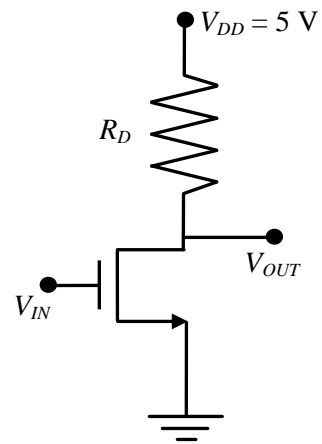
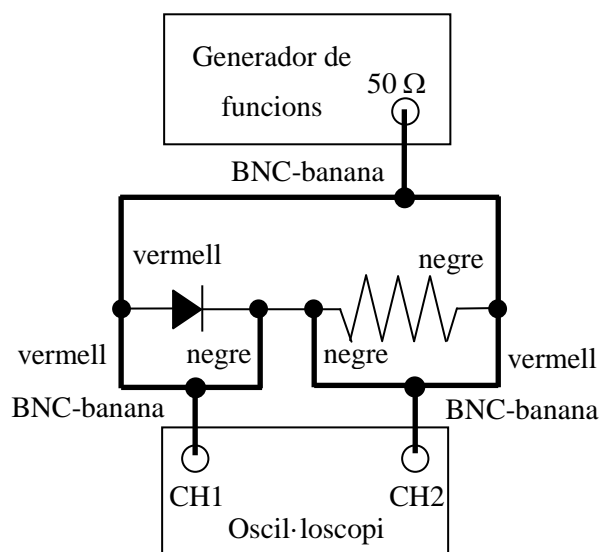

Figura 7
Figura 12
A la figura 7 es mostra l'esquema d'un circuit inversor o **porta NOT**. Està format per una resistència, un transistor NMOS i una font de tensió amb una fem  $V_{DD} = 5\text{ V}$ , connectada entre la resistència i la font del transistor. En aquest cas el senyal d'entrada  $V_{IN}$  és la diferència de potencial  $V_{GS}$ , mentre que el senyal de sortida  $V_{OUT}$  és  $V_{DS}$ . En funció dels valors 0 i 5 V a l'entrada, s'observa que:
A la figura 12 es mostra la característica de transferència ( $V_{GS}, V_{DS}$ ) corresponent a un circuit inversor format per un NMOS de potència IRF840, connectat a una resistència de  $1 \text{ k}\Omega$  (veure figura 7), que s'observa
1. Munteu el circuit de la figura 12 amb un dels díodes **1N4007** i la resistència de **100  $\Omega$** . Connecteu un dels cables BNC-banana entre la sortida de 50  $\Omega$  del generador de funcions i la part p (o ànode) del díode (banana vermella) i la resistència (banana negra). Per mesurar la diferència de potencial del díode  $V_d$  al canal I de l'oscil·loscopi, connecteu un altre cable BNC-banana entre l'entrada del canal I i els extrems del díode, amb la banana vermella al ànode i la negra al càtode (o part n). Per determinar la caiguda de tensió a la resistència  $V_R$  al canal II, connecteu l'altre cable BNC-
1. Amb **un** dels transistors de potència **IRF840**, la **font de tensió** i la **resistència de 1 k $\Omega$**  munteu la **porta NOT** (figura 7) al tauler de connexions. Utilitzeu un dels polímetres com a **voltímetre** per mesurar la tensió a la sortida. Apliqueu una diferència de potencial de **5 V** a la font de tensió. Amb un cable banana-banana **connecteu l'entrada** (porta) als punts del tauler que estan a **0** (terra) i **5 V**. Ompliu la taula de veritat de la porta lògica.